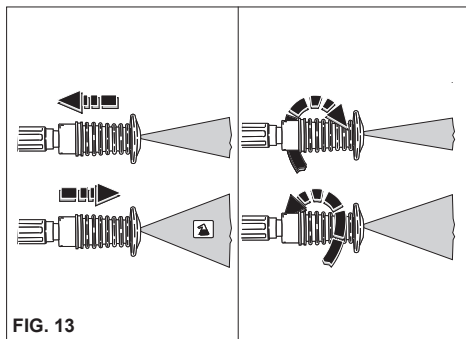

FIG. 13
## ANVÄNDNING AV JUSTERBART MULTI-REC-MUNSTYCKE (fig. 13)
- Stäng fästets skyddskåpa när rengöringsmaskinen inte används. (fig. 13)
- 2) Starta tvättaggregatet, aktivera rengöringsmedlets suganordning på sprutröret och fördela (fig. 13) det på ytan som ska tvättas nerifrån och upp. Låt verka under några minuter.